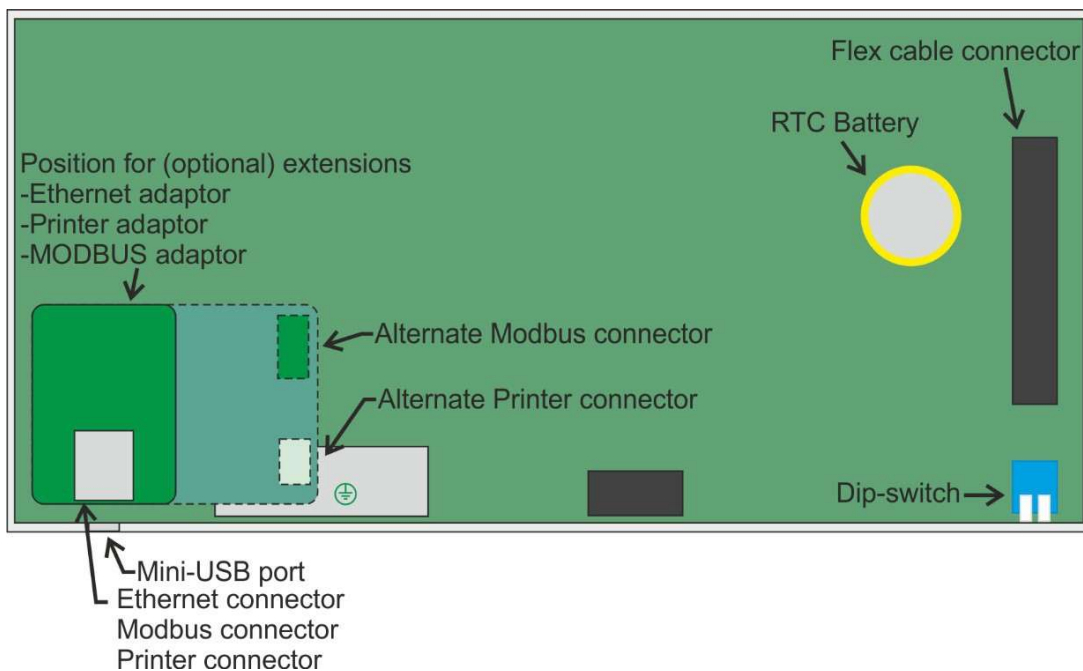

Figura 4-14. Amplasarea corectă a adaptorului Ethernet, complet la stânga. (de exemplu, utilizați primii 10 pini din stânga)
- **Ethernet:** Pentru a conecta panoul de control la o rețea locală (Ethernet) trebuie utilizat un cablu de rețea cu un conector RJ45 masculin. Un adaptor Ethernet (GR-8530) trebuie conectat pentru a asigura conectivitatea Ethernet (opțional). Pentru a conecta adaptorul Ethernet, mai întâi dezactivați panoul, prin deconectarea bateriilor și a alimentării de la rețea și plasați-l pe conectorul corespunzător de pe placa CPU. Apoi porniți panoul de control și conectați bateriile, activați adaptorul Ethernet setați adresa IP a panoului de control prin meniul Tehnician și conectați cablul de rețea la mufa RJ45 corespunzătoare de pe adaptor (figura 4-14).
- **Imprimantă:** Pentru a conecta un adaptor de imprimantă, deconectați bateriile și alimentarea de la rețea și plasați-l pe conectorul corespunzător de pe placa CPU (aceeași poziție din figura 4-14). Apoi porniți panoul de comandă și conectați bateriile, accesați meniul tehnician "**EXT. PCB FUNCTION**" și activați opțiunea imprimantei. În timp ce imprimanta termică este conectată și activată, toate evenimentele noi înregistrate vor fi imprimate pe hârtie.
- **MODBUS:** Pentru a permite comunicarea MODBUS între panoul de control și un sistem de monitorizare a clădirii, trebuie instalat un adaptor MODBUS. Deconectați bateriile și alimentarea de la rețea și plasați-l pe conectorul corespunzător de pe placa CPU (aceeași poziție din figura 4-14). Apoi porniți panoul de control și conectați bateriile, accesați meniul Tehnicianului "**EXT. PCB FUNCTION**" și opțiunea MODBUS. Selectați adresa MODBUS a panoului de comandă prin opțiunea "SELECT MODBUS ADDR." din meniul Technician.